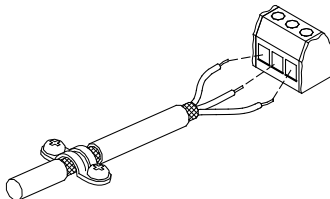

Рис. 10 Защищенный кабель с экранирующей оплёткой и проводными соединениями
- Экраны кабелей подключаются к корпусу с обоих концов посредством правильно выполненных соединений. Экранирующие оплётки должны быть расположены максимально близко к клеммам. См. рис. 10.